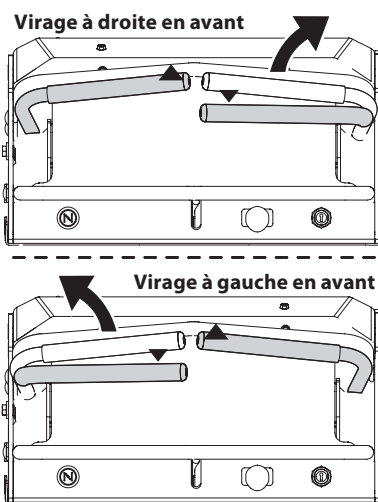

Fig. 12
1. Pour tourner à droite, déplacez le levier de contrôle de conduite droit en arrière du levier gauche (Fig. 12).
2. Pour tourner à gauche, déplacez le levier de contrôle de conduite gauche en arrière du levier de contrôle droit (Fig. 12).